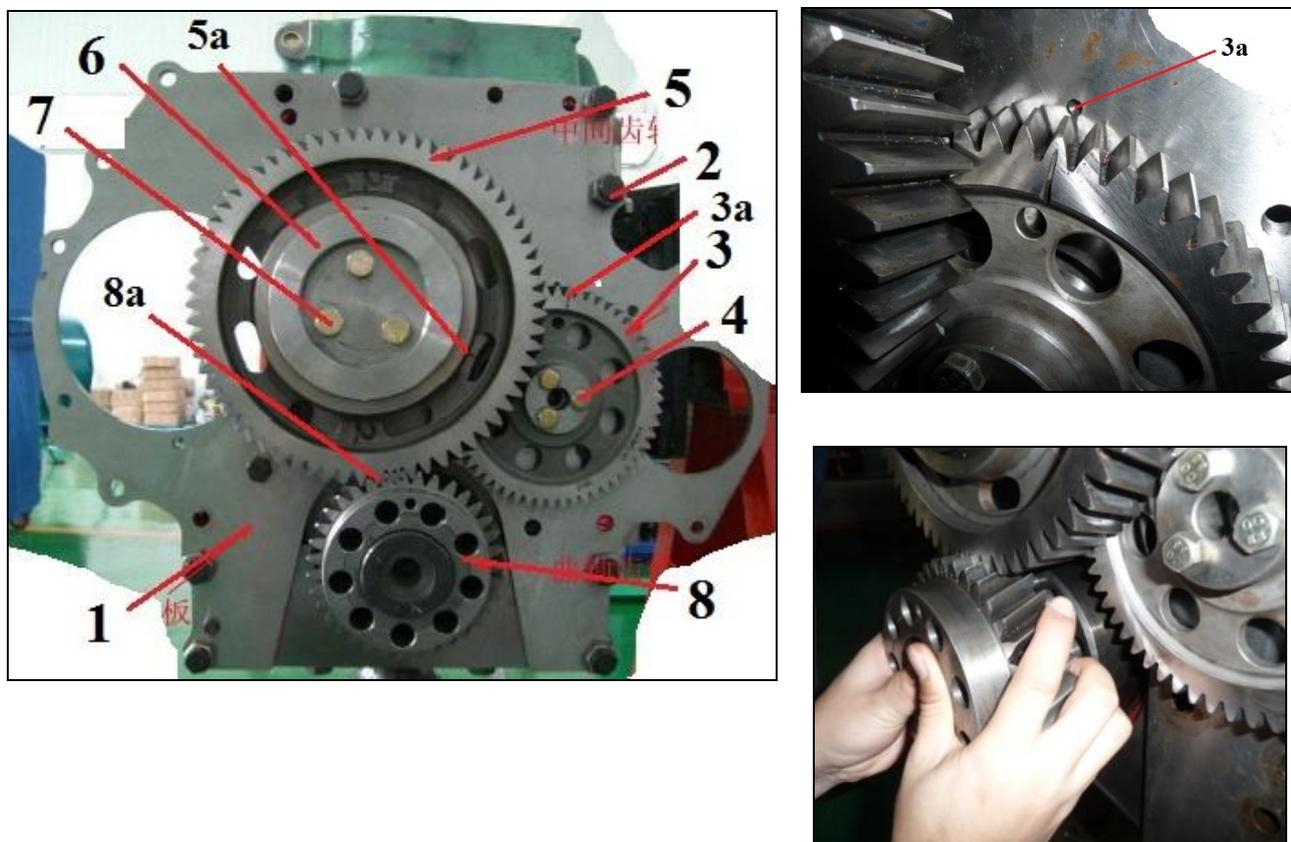

Рис. 70 Установка задней плиты и приводных шестерен
4.7. Установка задней плиты двигателя и приводных шестерен (см.рис.70).